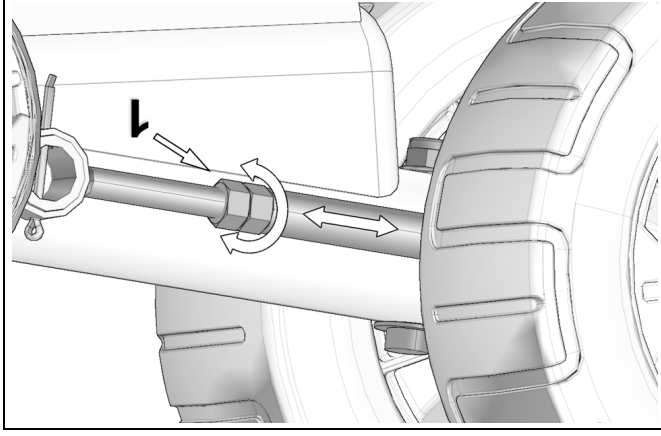

Figure 22
Desserrer le contre-écrou et tourner l'écrou d'ajustement (1) pour régler la tension de la chenille. Voir la Figure 22.